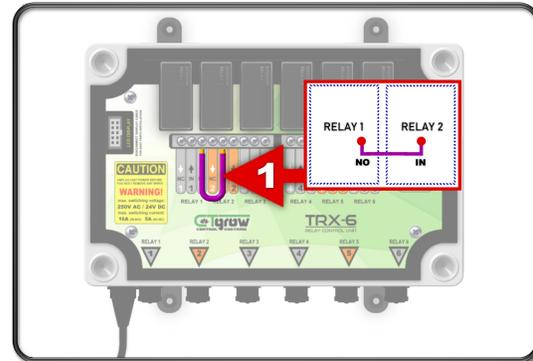
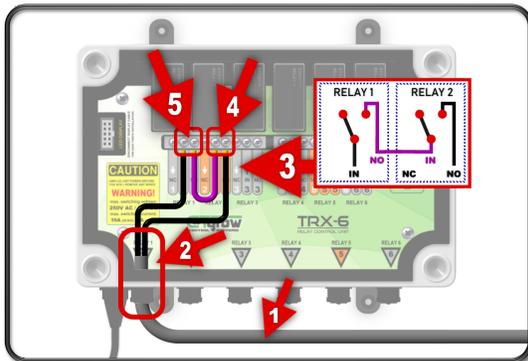

Figure 8.0.1
Figure 8.0.2
En combinant deux ou plusieurs relais ensemble, vous pouvez étendre les capacités de contrôle des appareils électriques pour obtenir une gamme beaucoup plus large de paramètres de contrôle. Cette technique de câblage avancée, connue sous le nom de pontage de relais, ouvre de nouvelles possibilités pour configurer les câbles de déclenchement, les contacteurs ou le contrôle direct des appareils (voir Figure 8.0.2).
En programmant les paramètres souhaités pour les deux relais sur le tableau de bord du système, vous pouvez vous assurer que l'appareil connecté fonctionne uniquement lorsque les deux relais sont activés ou allumés (voir Figure 8.0.2-3).
Pour commencer la procédure de câblage du pont de relais, nous allons connecter deux bornes de relais ensemble à l'aide d'un morceau de fil électrique approprié (reportez-vous à la Figure 8.0.1-1). Tout d'abord, localisez les vis de borne pour le relais-1 (NO) et le relais-2 (IN) sur les deux relais. Desserrez soigneusement leurs vis de borne, créant une ouverture pour la connexion des fils.
Avec les deux vis de borne ouvertes, insérez le fil de pontage (violet) (voir Figure 8.0.1-1) dans les bornes, en assurant une connexion sûre et correcte. Une fois inséré, serrez les vis des bornes pour maintenir fermement le fil de pontage en place (voir Figure 8.0.1-1). Pour finaliser cette connexion de pont, prenez les deux fils de déclenchement noirs qui proviennent du câble de déclenchement (voir les figures 8.0.2-1/5) et connectez une extrémité du fil de déclenchement noir à la borne relais-1 (IN) et l'autre l'extrémité du fil de déclenchement à la borne relais-2 (NO) (reportez-vous aux figures 8.0.2-3/4/5).